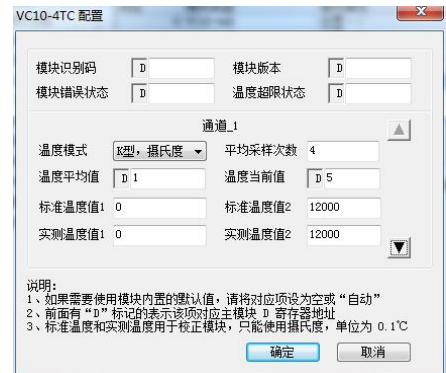
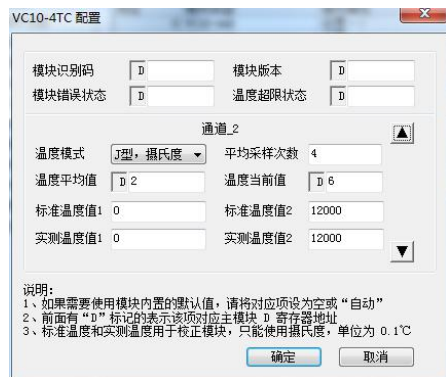
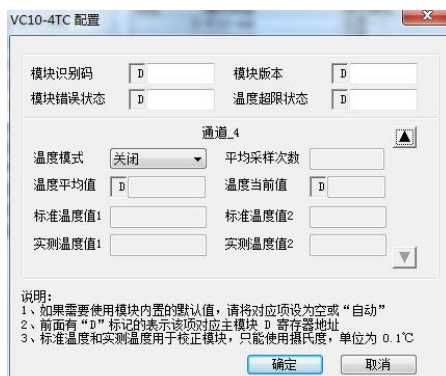

图 4-1 模块第 1 通道设置界面
图 4-2 模块第 2 通道设置界面
图 4-4 模块第 4 通道设置界面
9. BFM#4094：模块软件版本信息单元。自动显示在后台软件的 VC10-4TC 配置界面中的**模块版本**栏，见图 4-1。
输出第 1 通道设置界面如图 4-1，设置完成后，点向下的黑色按钮，继续设置输出第 2 通道、3 和 4，设置界面分别如图 4-2~图 4-4。进一步详细说明参见《VC20/VC10 系列可编程控制器编程参考手册》。